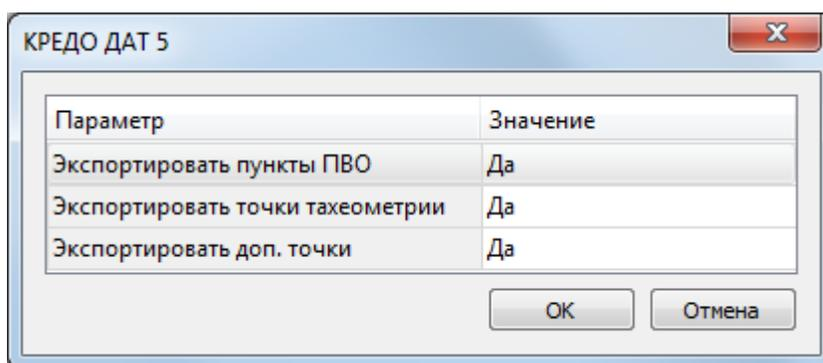

Рисунок 11.5
- В открывшемся диалоге (см. рис. 11.5) необходимо указать, какие точки будут экспортироваться.